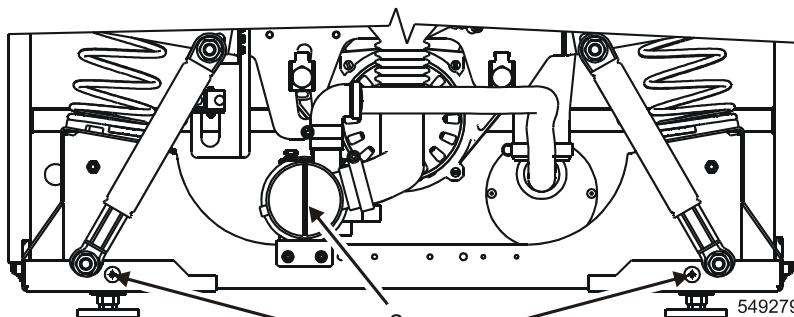

Fig. 32
- Na máquina com a bomba de esvaziamento é preciso comprovar que a bomba facilite o fluxo normal durante o esvaziamento. A bomba de esvaziamento deve lidar-se no caso de ficar atascada por objetos estranhos (botões, cliis, etc.). Antes de limpar a bomba é preciso esvaziar toda a água da máquina. Primeiro desligue a máquina da alimentação eléctrica retirando a tomada. Desmonte o painel dianteiro por meio de dois parafusos, fig. 32, pos.1. Gire a tampa da bomba, pos.2, para que a água comece a sair da bomba. Deve reter a água. Depois desaparafuse a tampa da bomba por completo e retire objetos estranhos. Depois de limpar a bomba volte a instalar a tampa, pos.2 e monte o painel dianteiro da câmara.